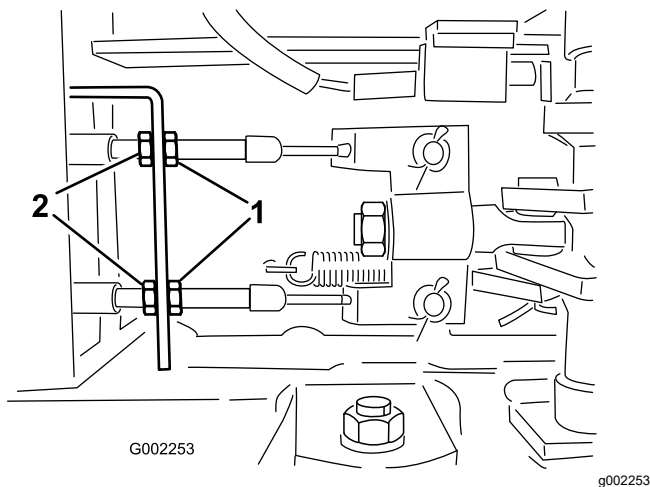

Figura 105
5. Afloje las contratuercas delanteras de los cables de freno, debajo del extremo delantero del fumigador (Figura 105).
6. Apriete las contratuercas traseras en la misma cantidad hasta que el pedal de freno recorra entre 1 a 2 cm (½" a 1") antes de que se note resistencia (Figura 105).